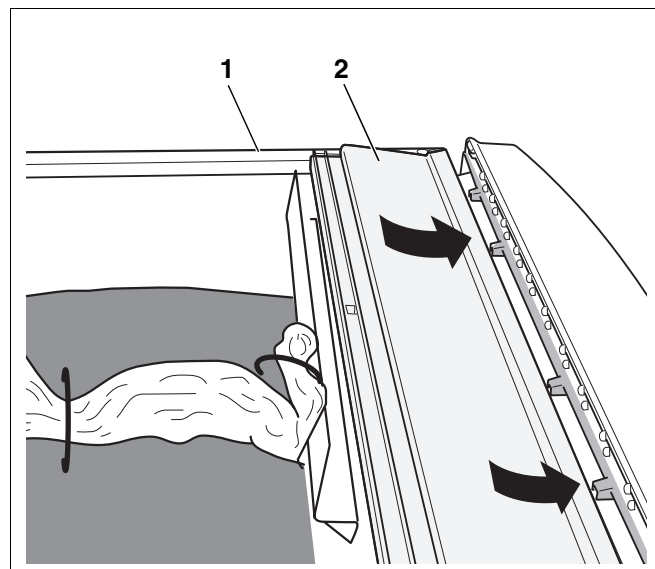

Abb. 17 Regelgerät schließen
- Zum Schließen des Regelgerätes Kunststoffabdeckung (Abb. 17, **Pos. 2**) links und rechts auf die Seitenwandabkantung (Abb. 17, **Pos. 1**) auflegen, leicht anheben und nach vorne schieben, bis der Haken einrastet.